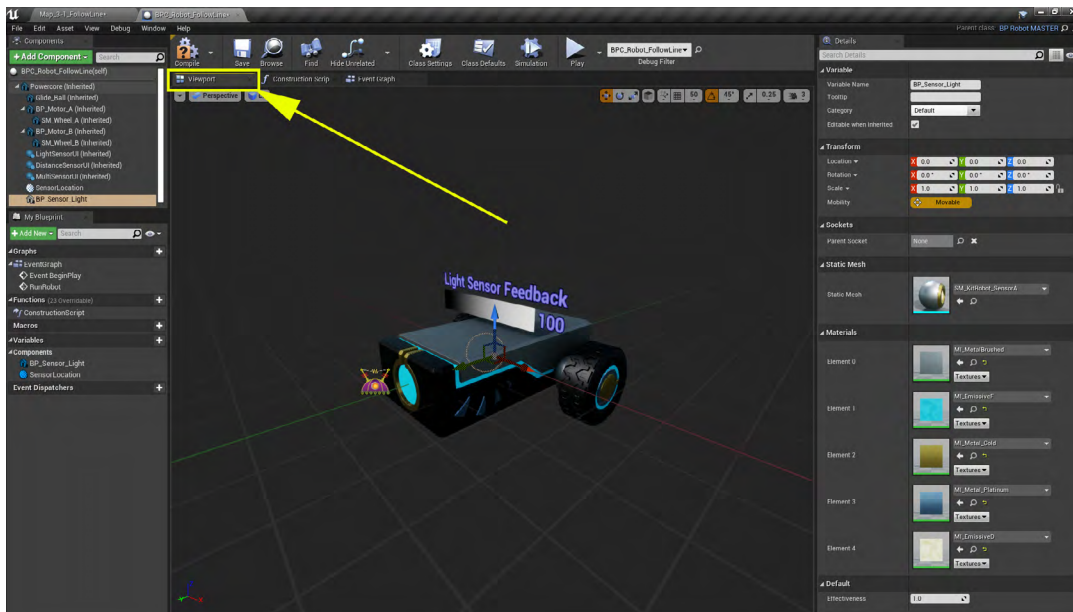

図 3-8
- センサーが **Powercore** を基準としてどこに配置されているかを確認するには、**ビューポート** タブをクリックします (図 3-8 を参照)。